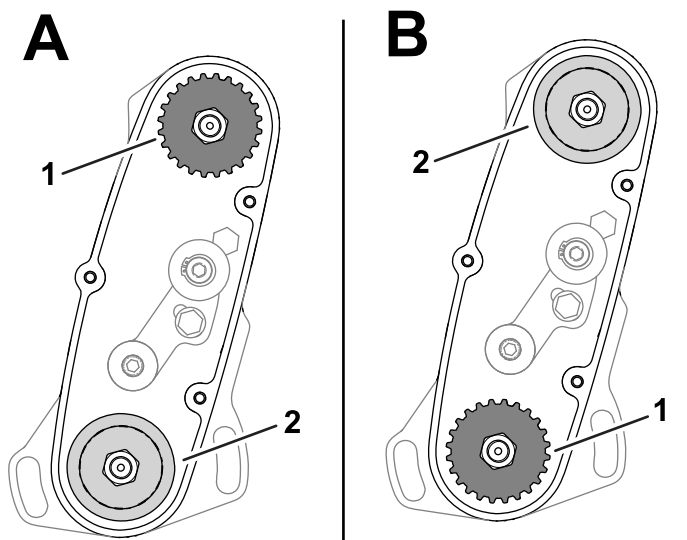

图 14
- 高位置 “A” 参见 图 14
- 低位置 “B” 参见 图 14